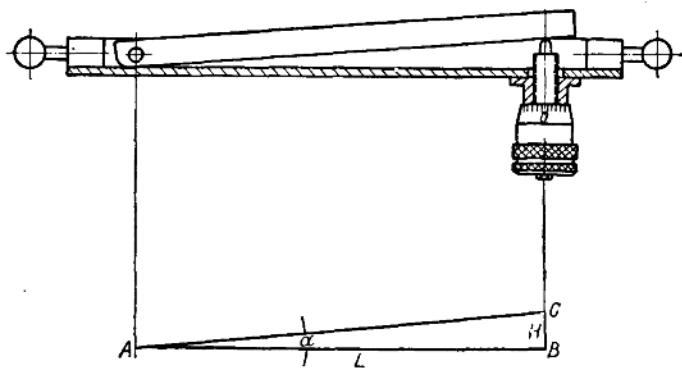

图5 正切尺原理图
1. 正切尺(即锥度尺) 正切尺是保证车锥体时精度的关键部件。从图5可以看出其几何结构为一直角三角形 ABC 。
由图 5 知